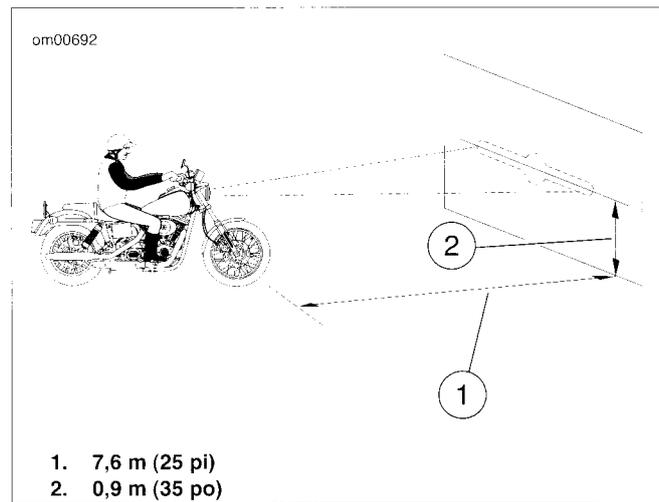

Figure 37. Vérification de l'alignement du phare : modèles Dyna
3. Voir la Figure 37. Placer la moto à 7,6 m (25 pi) d'un mur ou d'un écran. Mesurer la distance entre un point juste au-dessous de l'axe avant et la base de l'écran ou du mur.